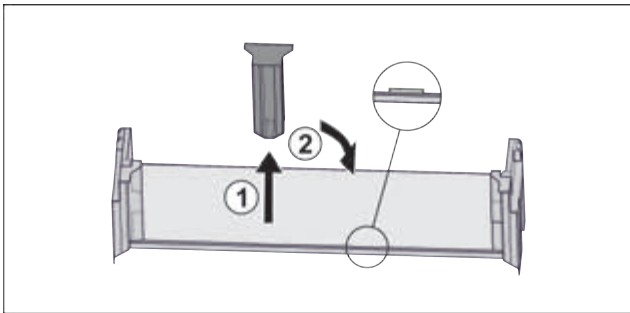

Fig. 21
- ▶ Витягнути середню деталь для підтримки Fig. 21 (1).
- ▶ Вставити середню деталь для підтримки на друге положення Fig. 21 (2).